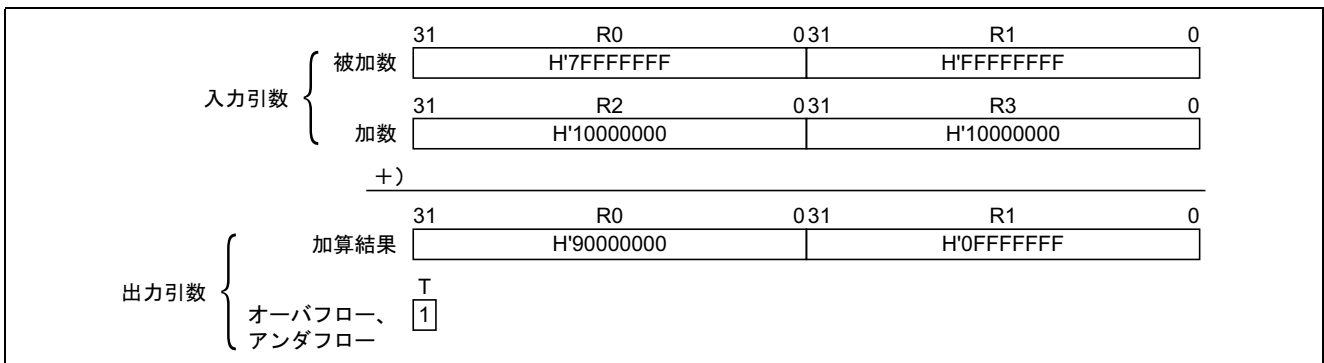

図 1 ソフトウェア ADDS64 の実行例
b. 図 1 にソフトウェア ADDS64 の実行例を示します。